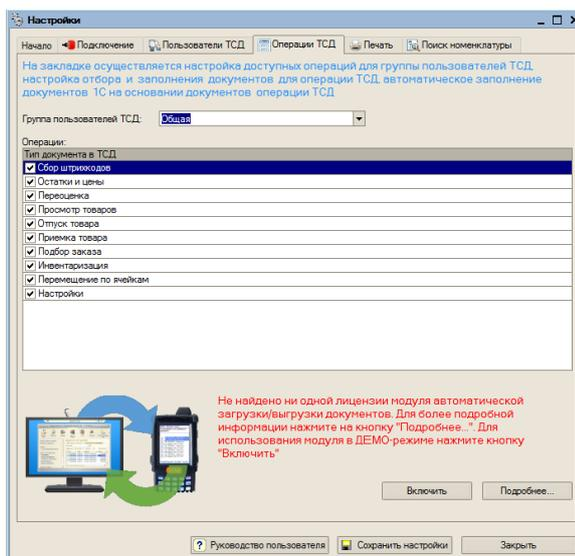
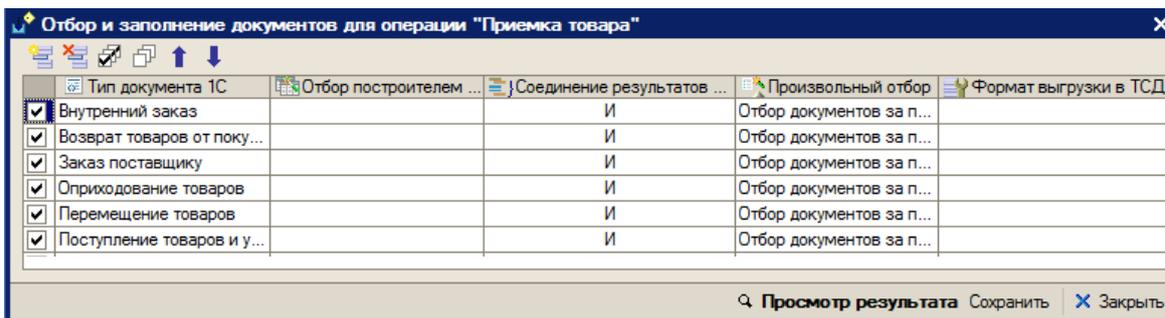
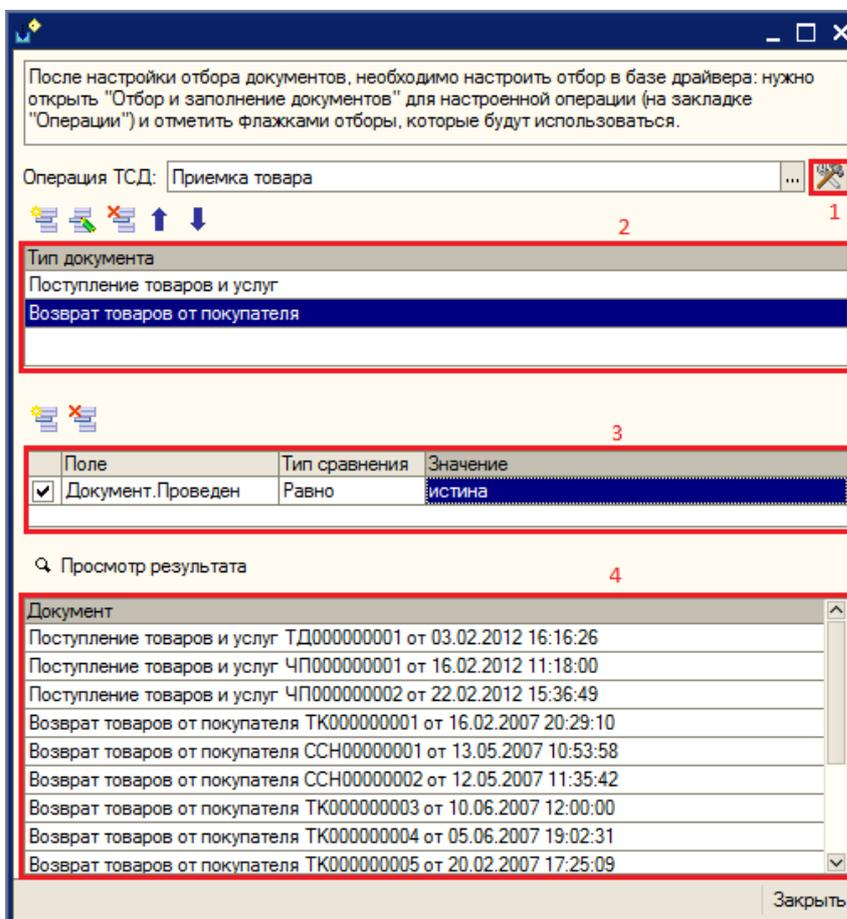

Рис.2.1. Закладка «Операции ТСД» обработки «Настройки» базы драйвера
Рис.2.2. Настройка отбора документов 1С и заполнения соответствующих им документов ТСД для операции «Приемка товара»
Рис. 2.4. Обработка «Отбор документов для отображения в операции ТСД.erf» для операции «Приемка товара»
Все настройки осуществляются в базе промежуточной конфигурации драйвера ПРОФ, на закладке «Операции ТСД» (рис.2.1):
При первом открытии базы промежуточной конфигурации настройки заполнения будут заполнены по умолчанию. Для настройки правил отображения списка документов на ТСД нужно на закладке «Операции» в таблице «Операции» дважды нажать левой кнопкой мыши на ячейке «Отбор и заполнение документов ТСД» в строке с интересующей операцией ТСД (рис.2.1). Настройки конвертации документа 1С в документ ТСД задаются там же. На рис.2.2 показана форма настройки отбора и заполнения для операции «Приемка товара».
Пример 1.1. Решение. Нужно открыть форму отбора и заполнения для операции «Приемка товар» (рис.2.2), добавить строку в табличное поле и указать:
На рис.2.3 показана форма отбора построителем. Форма открывается при выборе значения в поле «Отбор построителем отчетов» формы отбора и заполнения (рис.2.2).
После закрытия формы, отбор будет отображаться в поле «Отбор построителем отчетов» (рис.2.2).
Настройки отбора документов построителем осуществляются в самой базе 1С: нужно открыть обработку «Отбор документов для отображения в операции ТСД.erf» (обработка входит в поставку драйвера, рис.2.4, обработка находится: «<Путь установки драйвера>\<Конфигурация базы 1С>») в базе 1С.
В обработке, в поле «Операция ТСД», необходимо указать операцию (если сервер терминалов находится не затем компьютером, где открыта обработка, то необходимо настроить подключение – кнопка (1) на рис.2.4. Если подключение настроено корректно, то при выборе значения в поле «Операция ТСД» будет отображен список доступных операций ТСД.
На форме нужно выбрать типы документов (2, рис.2.4), задать отбор (3, рис.2.4) документов для выбранного типа. Можно просмотреть полученный результат (4, рис.2.4) нажав на кнопку «Просмотр результата». После настроек нужно закрыть форму и заново открыть настройку отбора и заполнения документов для операции ТСД в базе драйвера (рис.2.2) и поставить флаг использования у необходимых отборов.
При выборе значения в поле «Формат выгрузки в ТСД» (рис.2.2), отрывается форма выбора справочника «Заполнение документов в ТСД», в которой можно добавить новую или выбрать существующую настройку.